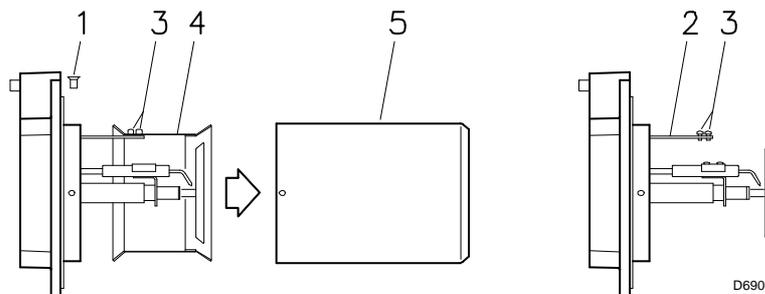

Abb. 8
5.5 Befestigung des Brenners am Heizkessel (Abb. 8)
- Die Schrauben 1) (Abb. 8) lösen und das Flammrohr 5) ausbauen.